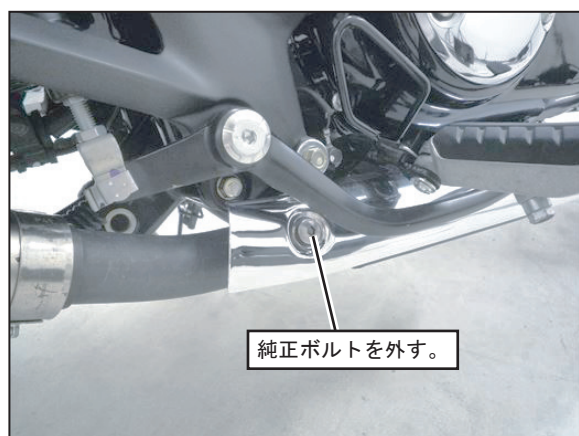

FIG. 9
8. 純正ヒートガード後側を止めるボルトを外し、純正ヒートガード内側に②ヒートガードを通して穴位置を揃え、純正ボルトで仮締めして下さい。(FIG. 9, 10 参照)